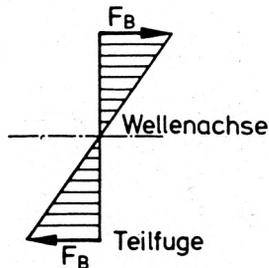

Bild 3: Lineare Kraftverteilung in der Teilfluge
Der Flanschring (4) ist mit der Welle (2) über 4 Zylinderschrauben M6 mit Gewinde annähernd bis Kopf und Werkstoff entsprechend der Festigkeitsklasse 8.8 verbunden. Für diese Verschraubung ist der Festigkeitsnachweis zu führen unter der Voraussetzung, daß an der Einspannstelle eine lineare Kraftverteilung resultierend aus dem Einspannmoment vorliegt (Bild 3).